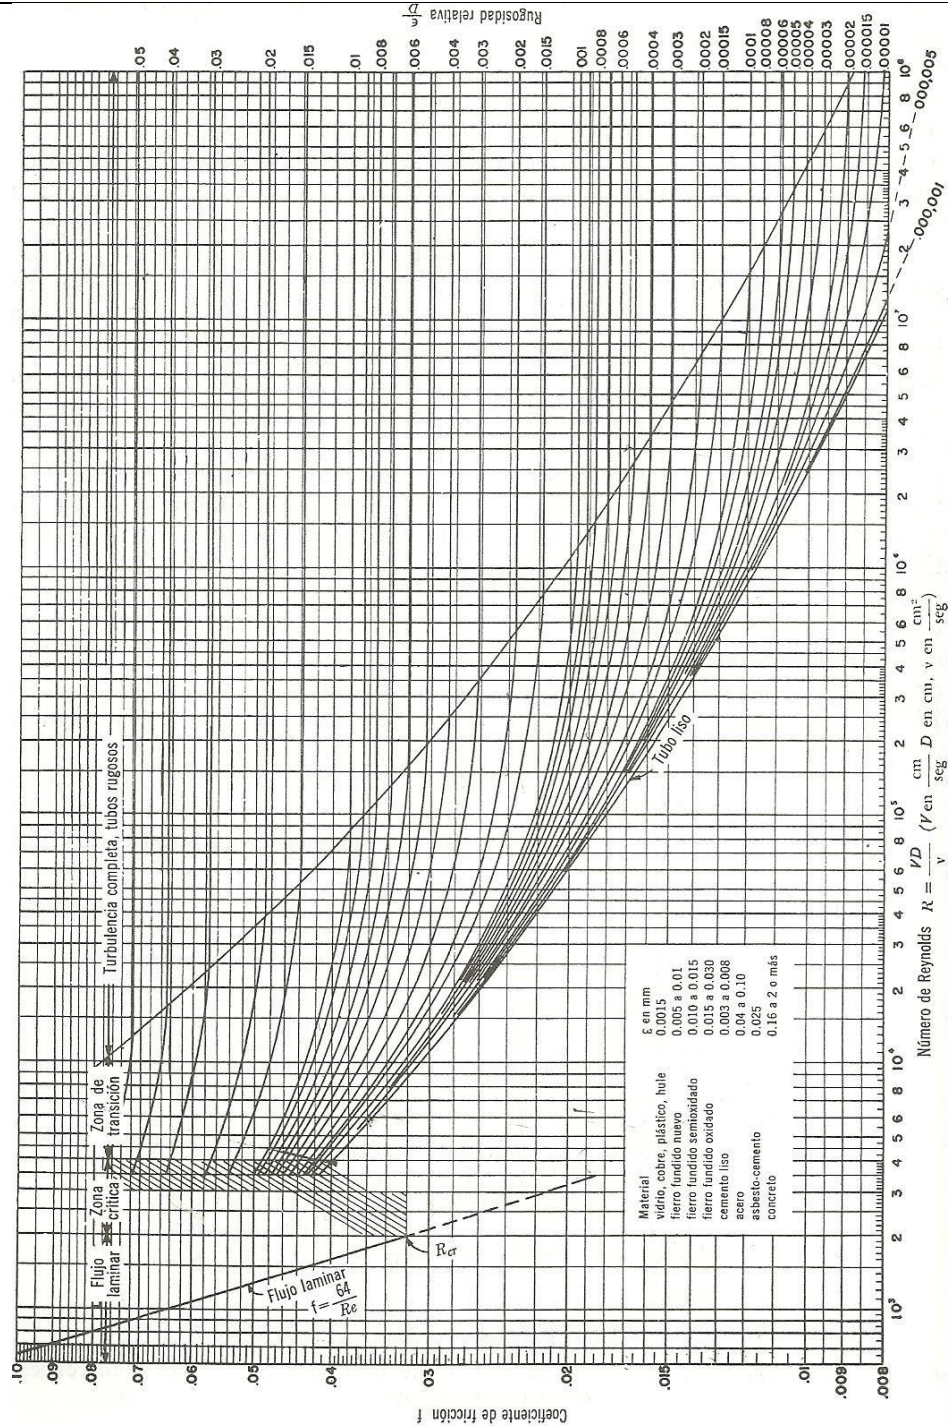

Figura 2. Diagrama de Moody
4. Calcular el número de Reynolds de la tubería, considere viscosidad cinemática $\nu = 1.1 \times 10^{-6} \text{ m}^2/\text{s}$ y una rugosidad absoluta de 0.20 mm (Tubo de acero limpiado después de mucho uso, Tabla 8.1 Ref.1). Determine el factor de fricción f , utilice la Figura 2(diagrama de Moody).